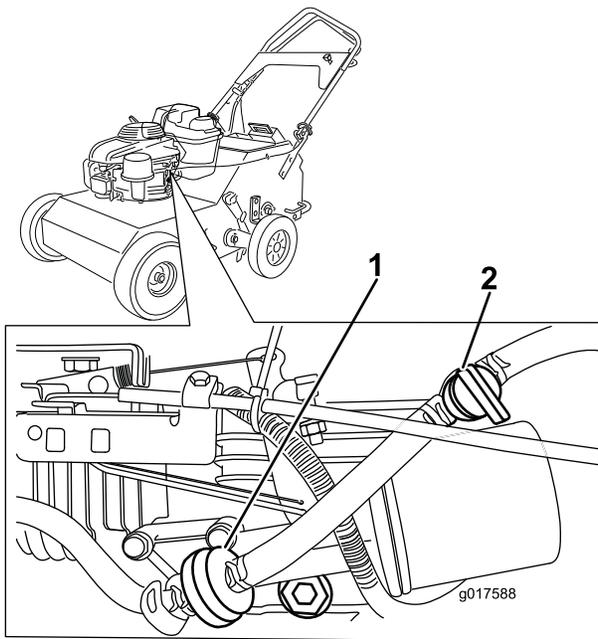

Figura 29
3. Cierre la válvula de combustible (Figura 29)
4. Coloque una pinza en cada lado del filtro de combustible (Figura 29) para evitar fugas de combustible al retirar el filtro.
5. Apriete los extremos de las abrazaderas y deslícelas por el tubo alejándolas del filtro (Figura 29).
7. Instale un filtro nuevo y acerque las abrazaderas al filtro (Figura 29).